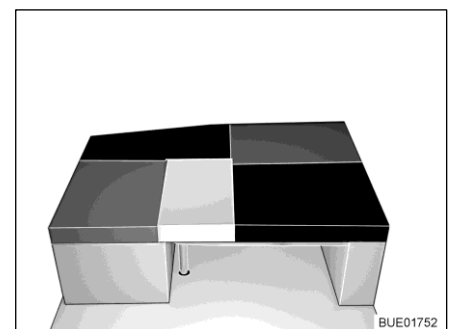

Bild 163 Efter ombyggnaden
- Lägg ryggdynan av sidosätet/sidosittbänken på bordet (mellan sittdyna av sidosätet/sidosittbänken och den extra dynan, se Bild 163).